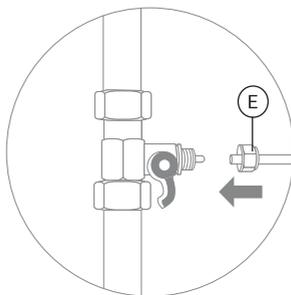
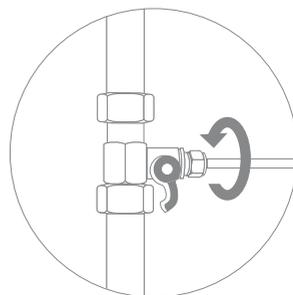

Рис. 6
Рис. 7
2. В гайку (Е) проденьте зеленую трубку из комплекта поставки (рис. 6). Конец трубки наденьте на штуцер адаптера-вентиля до упора и плотно накрутите гайку (рис. 7).